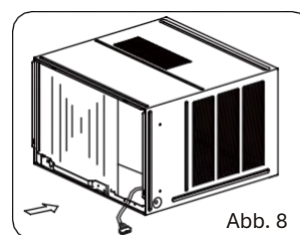

Abb. 8
1. Schieben Sie das Gerät in den Schrank, bis es fest an der Rückseite des Schrankes anliegt. Achten Sie darauf, dass die Schaumstoffdichtungsstreifen des Schrankes an Ort und Stelle bleiben (siehe Abb. 8).